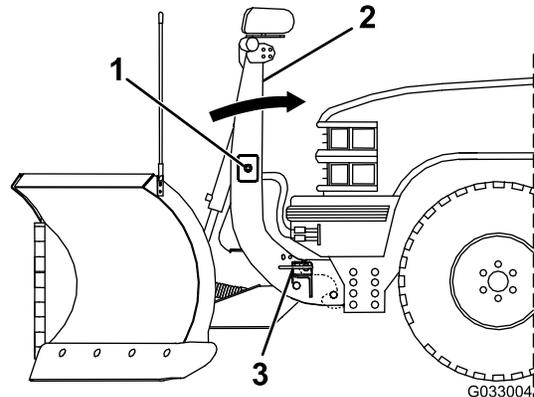

Figura 27
6. Mueva hacia arriba el interruptor SmartHitch2 del lateral de la torre de acoplamiento y eleve la torre hasta que los cerrojos con muelle se bloqueen en su sitio (Figura 27).